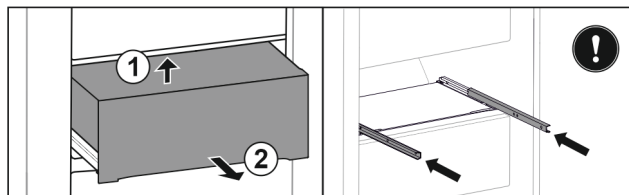

Fig. 46
- ▶ Predal dvignite od spodaj proti zadnji strani. Fig. 46 (1)
- ▶ Predal vzemite ven v smeri naprej. Fig. 46 (2)